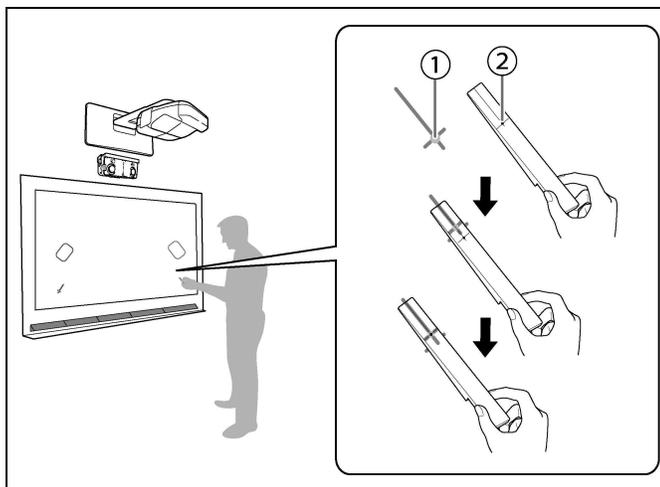

Figure 40
- Faites correspondre les positions afin que les croix (1) débordent sur les points (2) des emplacements des feutres indiqués sur l'image projetée. (Voir figure 40)
- Déplacez le feutre sur les croix projetées jusqu'à ce que les lignes de la croix s'alignent sur celles du feutre. (Voir figure 40)